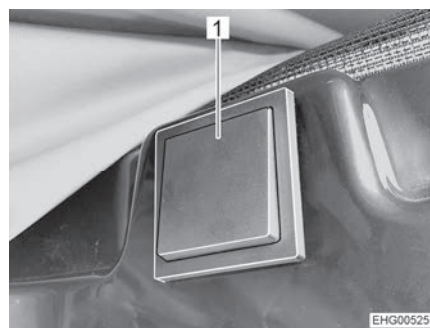

Fig. 88 Pulsador para el desbloqueo eléctrico
- Pulsar el pulsador (Fig. 88,1) al menos 2 segundos.